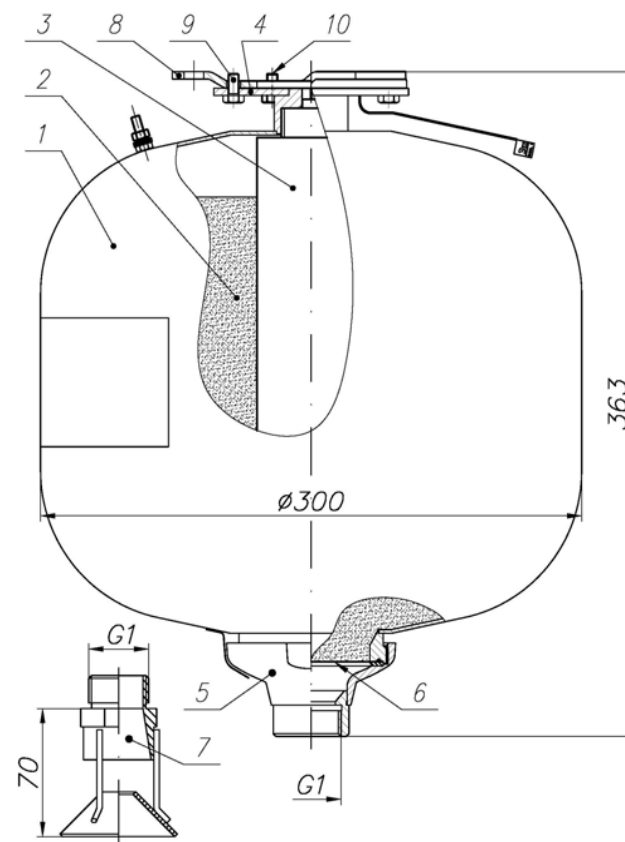

Рис. 1. Устройство модуля порошкового пожаротушения «БУРАН-15КД»
4.1. Модуль (рис. 1) представляет собой герметичную конструкцию, состоящую из стального корпуса 1, заполненного огнетушащим порошком 2, генератора газа 3 с электроактиватором, держателя модуля 4, выпускного насадка 5 и разрывной мембраны 6 с насечками. Разрывная мембрана плотно прижата к корпусу выпускным
6.2. Соединить держатель модуля 4 (рис. 1) с кронштейном 8 так, чтобы головки болтов 10 вошли в широкие части пазов держателя модуля. После этого повернуть модуль вокруг оси до упора, болты при этом заходят в узкие части пазов и удерживают модуль в подвешенном состоянии. Зафиксировать от поворота модуль относительно кронштейна болтом 9. Затянуть болты 10.